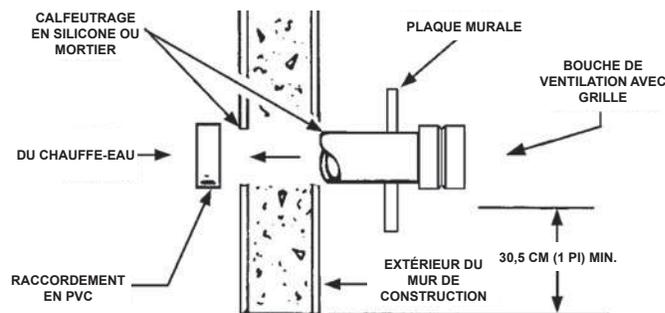
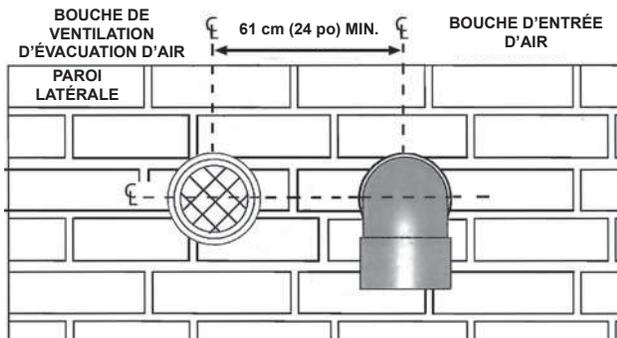

Figure 8 : TERMINAISON DE VENTILATION
Figure 9A
2. Terminaison à travers le mur - terminaison de ventilation horizontale directement à travers un mur extérieur, voir Figure 8 à la page 24.
La première étape est de déterminer où le tuyau de ventilation se terminera. Voir Figure 8, Figure 9A et Figure 10. L'évent pourrait se terminer à travers une paroi latérale tel qu'illustré à la Figure 8, Figure 9A et Figure 10 ou à travers le toit tel qu'illustré à la Figure 13, Figure 14 et Figure 15.
Les instructions concernant une installation appropriée à travers une paroi latérale sont fournies à la Figure 8, Figure 9A et Figure 10.
Couper une longueur de tuyau d'environ 8,9 cm (3,5 po) plus long que l'épaisseur du mur à l'ouverture. Coller la bouche de ventilation à cette section du tuyau. Glisser la plaque murale par-dessus le tuyau pour qu'elle s'arrête contre la bouche de ventilation. Placer un cordon de calfeutrage (non fourni) autour de l'espace entre le tuyau et la plaque-couvercle. En mettre suffisamment pour combler un peu de l'espace entre le tuyau et la paroi. Placer une quantité du calfeutrage sur l'arrière de la plaque pour la tenir contre le mur après l'installation. Si le tuyau de ventilation est installé pour arriver jusqu'au mur, avec un accouplement sur l'extrémité contre l'ouverture du mur, le tuyau avec la bouche de ventilation peut être préparé pour être collé avant de l'insérer à travers le mur. Glisser le tuyau à travers le mur et l'insérer dans l'accouplement sur l'autre côté du mur, en s'assurant que la bouche de ventilation finit par pointer dans la bonne position, voir la Figure 8.
- Si le tuyau d'admission d'air est installé pour arriver jusqu'au mur, avec un accouplement sur l'extrémité contre l'ouverture du mur, le tuyau avec la bouche d'admission d'air peut être préparé pour être collé avant de l'insérer à travers le mur. Glisser le tuyau à travers le mur et l'insérer dans l'accouplement sur l'autre côté du mur, en s'assurant que la bouche d'admission d'air finisse pointée dans la bonne position (Figure 9A et Figure 10).